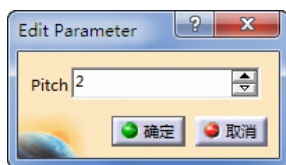

图 6-78 “Edit Parameter” 选项卡 (4)
- 双击“Pitch”,在弹出的“Edit Parameter”选项卡(4)中输入“2”mm,如图 6-78 所示。